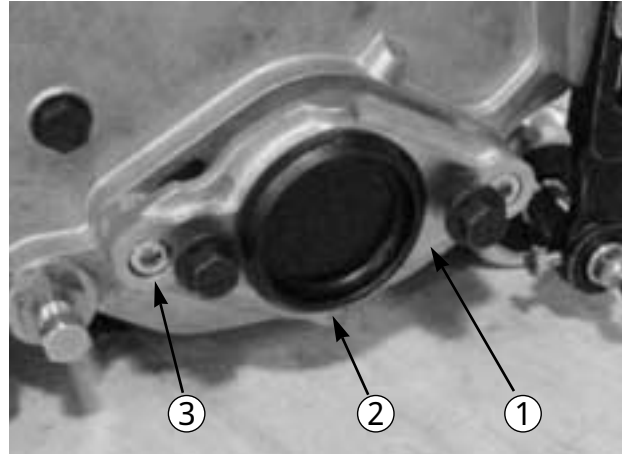

図 6
B. Cuttingユニット右側のベアリング・ハウジングからプラスチック製のふた（図 6）を取り外す。